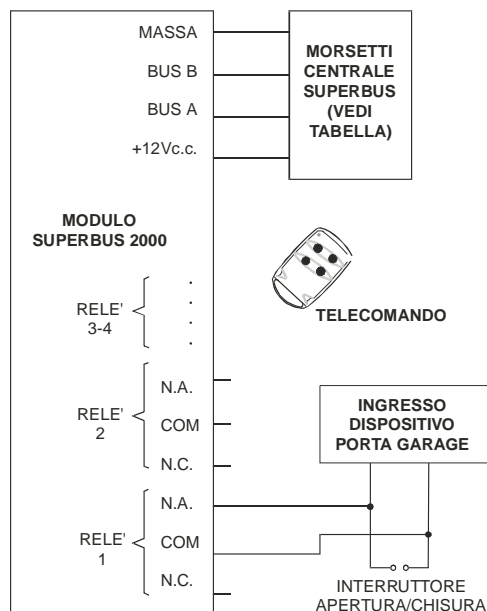

Figura 9: Controllo porta garage tramite un telecomando
2. Collegate il modulo HOM alla centrale. (Vedere tabella 2 e figura 9).